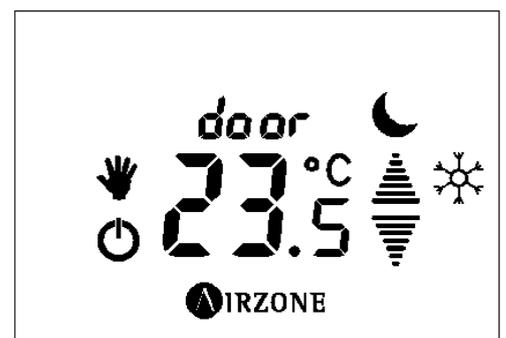

Fig. 25
- **Control de ventana abierta.** Cuando el sensor de ventana conectado al módulo indica que una ventana está abierta, durante más de 60 segundos, el elemento de control (motorización o relé) asociado a ese módulo se cierra. En el caso que es módulo esté asociado a un termostato indicará en éste una advertencia (Fig.25).